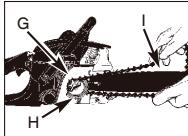

Fig. 3E
- Faites glisser la chaîne autour du pignon (G), derrière l'embrayage (H). Assurez-vous que les maillons s'insèrent entre les dents du pignon. (Fig. 3E)
9. Guidez les maillons entraîneurs dans la rainure (I) et autour de l'extrémité du guide-chaîne. (Fig. 3E)